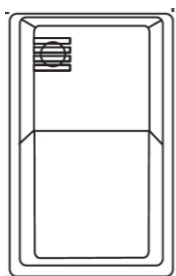

Figure 1
2. Retirez les 2 vis Torx (1 de chaque côté) qui maintiennent le boîtier en plastique avant à l'arrière et retirez le boîtier avant. (Voir figure 1)